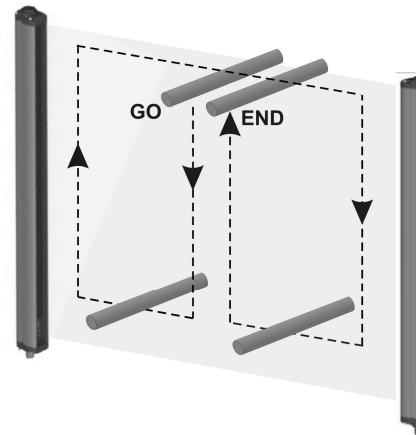

Abb. 12
- die AOPD im blockierten Zustand (➡) verweilt, wenn die Strahlen entlang des Schutzfeldbereichs mit einem angemessenen Teststab (Test Piece) und gemäß des auf Abb. 12 dargestellten Schemas unterbrochen werden.